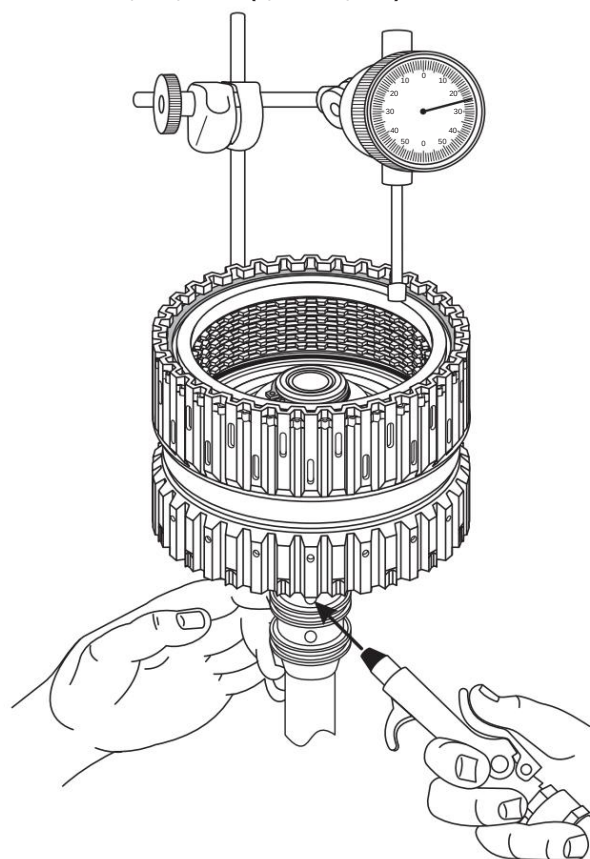

Figura 79
15. Instale um relógio comparador de zero na carcaça da embreagem 4-5-6, conforme mostrado na Figura 79.
16. Enquanto um dedo bloqueia a passagem superior no eixo da turbina, aplique ar regulado no orifício superior oposto e observe a leitura do relógio comparador, conforme mostrado na Figura 79.